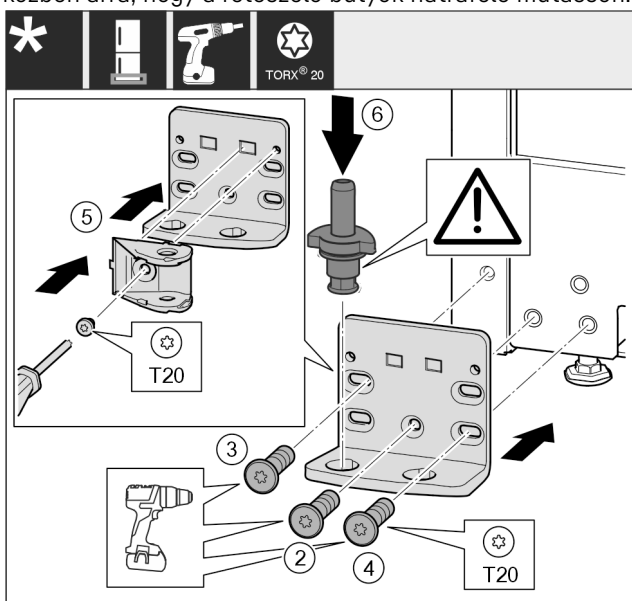

Fig. 21*
- Helyezze fel a csapágybakot a másik oldalra, és csavarozza fel csavarhúzóval. Kezdje alul, a középső csavarral Fig. 21 (2).*
- Húzza meg a csavart Fig. 21 (3) és a csavart Fig. 21 (4).*